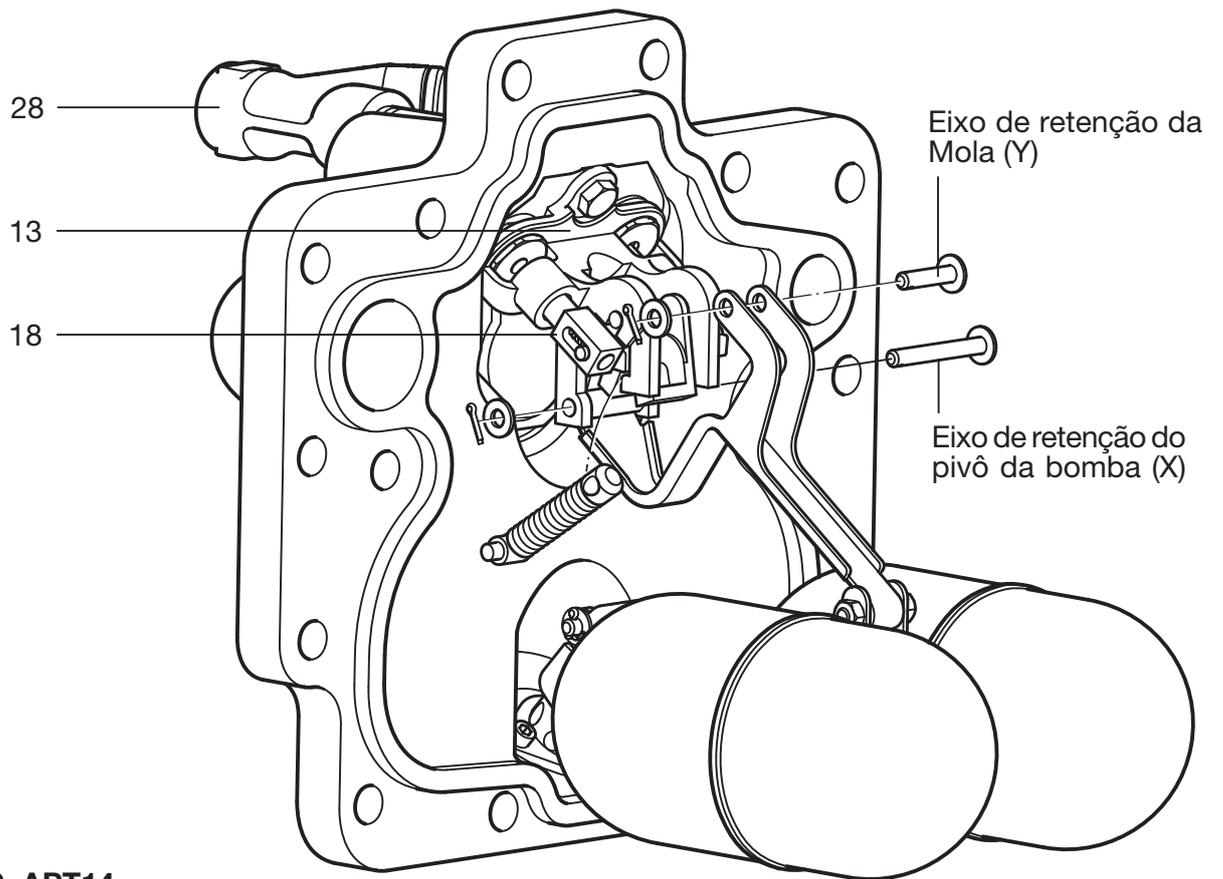

Fig. 20 APT14
7. Retire a válvula de exaustão da alavanca do atuador (item 24, mostrado na Figure 20) com cuidado para não danificar ou perder a pequena mola de compressão da válvula de exaustão.
9. **Colocar o novo conjunto de molas e a alavanca do atuador é contrário à remoção.** Lembre-se de comprimir a pequena mola dentro da válvula de exaustão (item 18) antes de colocar o eixo da nova alavanca do atuador.